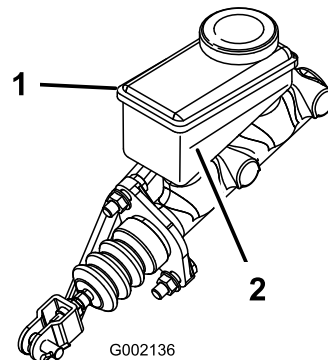

図 46
2. タンクを側面から見てオイルの量を確認する。最低ライン（図 46）まであればよい。不足であれば、キャップの周辺をきれいに拭き、キャップを取り、最低ラインを越えるまで補給する。入れすぎないこと。